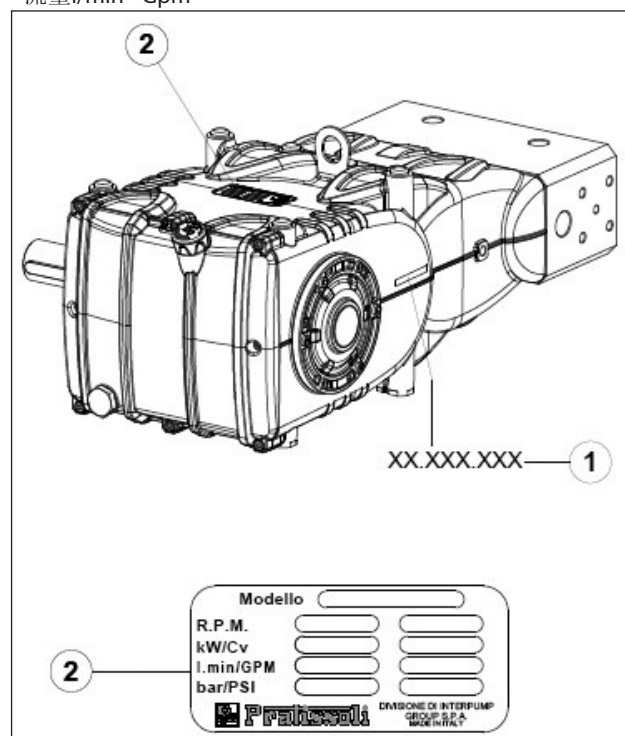

图 1
每个泵浦图 1 均带有自己的系列号 XX.XXX.XXX，请查看位置①以及识别标牌，请查看位置②，上面标有：